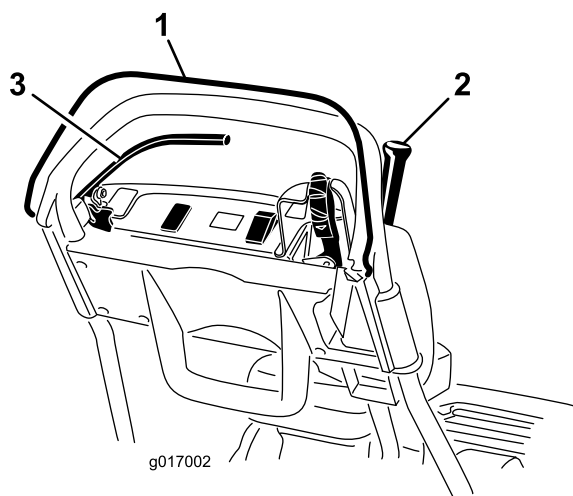

Figure 27
3. Relâchez la commande OPC et essayez d'engager le levier de commande de déplacement (Figure 27). Le levier de commande de déplacement ne doit pas s'engager. Si le levier de commande de déplacement s'engage, le système de sécurité doit être révisé. Corrigez le problème avant d'utiliser la machine (voir Entretien des contacteurs de sécurité).
4. Appuyez sur la commande OPC et engagez le levier de commande de déplacement, puis relâchez la commande OPC (Figure 27). Le levier de commande de déplacement doit s'engager. Si le levier de commande de déplacement ne s'engage pas, le système de sécurité doit être révisé. Corrigez le problème avant d'utiliser la machine Reportez-vous à la rubrique Entretien des contacteurs de sécurité ou Réglage de la transmission aux roues.
5. Après avoir appuyé sur la commande OPC et déplacé le levier de changement vers la gauche, engagez le levier de commande de déplacement et du cylindre, puis relâchez la commande OPC (Figure 27). Le levier de commande de déplacement doit s'engager. Si le levier de commande de déplacement ne s'engage pas, le système de sécurité doit être révisé. Corrigez le problème avant d'utiliser la machine Reportez-vous à la rubrique Entretien des contacteurs de sécurité, Réglage de la transmission aux roues ou Réglage de la commande du cylindre.
6. Après avoir appuyé sur la commande OPC et déplacé le levier de changement vers la gauche pour engager la commande de déplacement et du cylindre, déplacez le levier de changement vers la droite pour désengager la commande du cylindre (Figure 27). La commande du cylindre doit se désengager. Si le levier de commande de déplacement ne s'engage pas, le système de sécurité doit être révisé. Corrigez le problème avant d'utiliser la machine Reportez-vous au Réglage de la transmission aux roues.
2. Appuyez sur la commande OPC, engagez le levier de commande de déplacement et amenez les commandes du moteur en position de démarrage (Figure 27). Essayez de mettre le moteur en marche. Le moteur ne doit pas démarrer. Si le moteur démarre, le contacteur de sécurité est défectueux. Corrigez le problème avant d'utiliser la machine (voir Entretien des contacteurs de sécurité).
2. Appuyez sur le levier de commande de déplacement, serrez le frein de service et amenez les commandes du moteur en position de démarrage (Figure 27). Essayez de mettre le moteur en marche. Le moteur doit démarrer. Si le moteur ne démarre pas, le contacteur de sécurité est défectueux. Corrigez le problème avant d'utiliser la machine (voir Entretien des contacteurs de sécurité).
3. Moteur en marche, serrez le frein de service (pas le frein de stationnement), appuyez sur la commande OPC et engagez le levier de commande de déplacement (Figure 27). Le moteur doit alors peiner pour faire avancer la machine mais ne doit pas caler. Si le moteur cale immédiatement, le contacteur de sécurité est défectueux. Corrigez le problème avant d'utiliser la machine (voir Entretien des contacteurs de sécurité).
4. Moteur en marche, serrez le frein de stationnement, appuyez sur la commande OPC et engagez le levier de commande de déplacement (Figure 27). Le moteur doit s'arrêter. Si le moteur ne s'arrête pas, le contacteur de sécurité est défectueux. Corrigez le problème avant d'utiliser la machine (voir Entretien des contacteurs de sécurité).